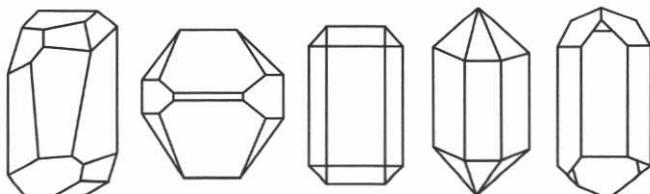
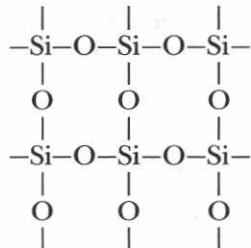

Рис. 54. Кристаллы кварца
Рис. 55. Строение кварца
Оксид кремния (IV) SiO_2 – твердое тугоплавкое вещество (температура плавления $1713^{\circ}C$), нерастворимое в воде (рис. 54). Он обладает *атомной* кристаллической решеткой (рис. 55): здесь нет молекул, около каждого атома кремния располагаются четыре атома кислорода – образуется своеобразный *пространственный каркас*. Кусок кварца представляет собой как бы одну гигантскую молекулу. Кварц – неорганический полимер, его формула $(SiO_2)_n$.